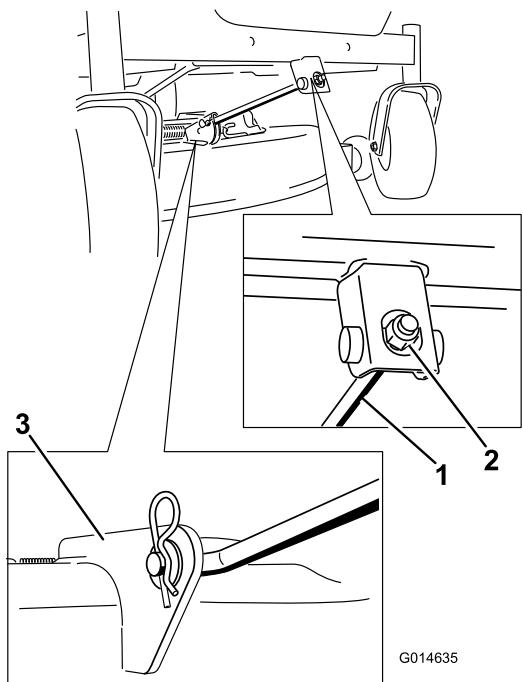

Figura 56
4. Retire el pasador de horquilla de la varilla de soporte delantera y retire la varilla del soporte de la carcasa (Figura 56). Baje cuidadosamente la parte delantera de la carcasa de corte al suelo.
- Conecte la varilla de soporte delantera a la carcasa de corte con el pasador y la chaveta (Figura 56).